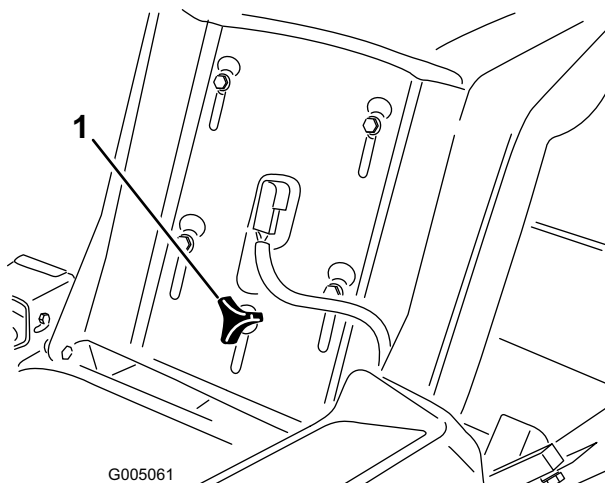

Figure 16
1. Soulevez le siège et desserrez les boutons de réglage jusqu'à ce que vous puissiez déplacer le siège (Figure 16).